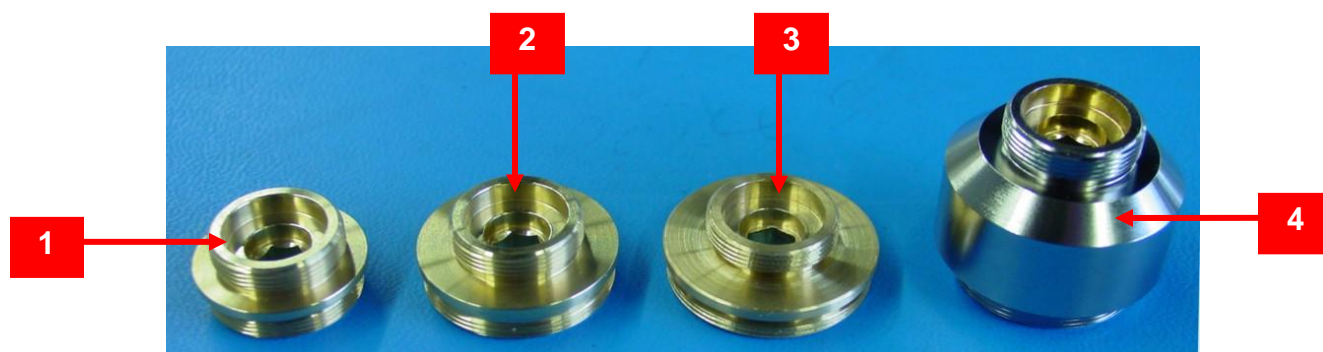

図 4-6. レボルバ・アダプター
3. 付属品として4つの顕微鏡レボルバ用のアダプターが入っていますので、その中から適切なアダプターを選びます次ページの(図4-6図 4-6 とチャートを参照してください)。